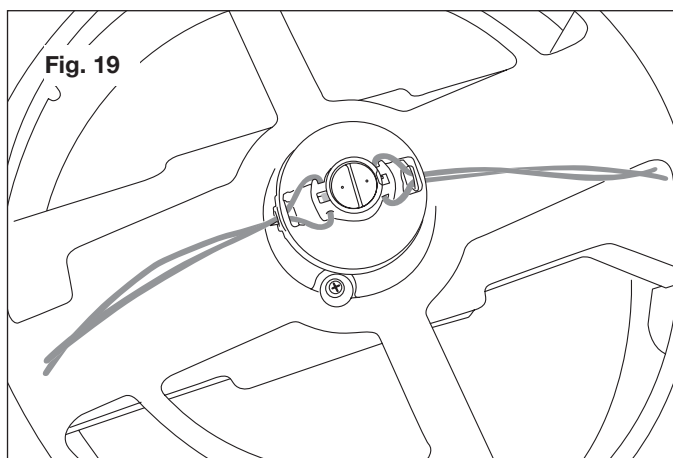

Fig. 19
5. Vea los pasos anteriores para reemplazar la otra línea de corte (Fig. 19)